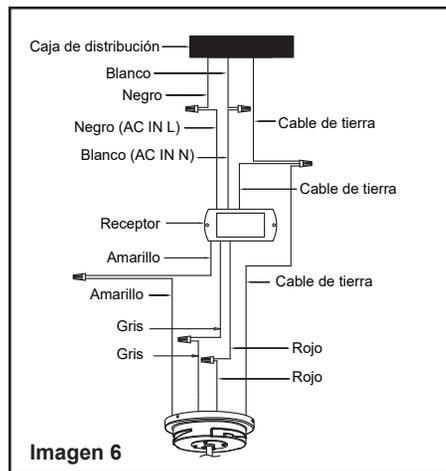

Imagen 6
**Paso 1.** Conexiones eléctricas del motor al receptor: Conecte el cable gris del ventilador al cable gris del receptor. Conecte el cable rojo del ventilador al cable rojo del receptor. Conecte el cable amarillo del ventilador al cable amarillo del receptor. Asegure las conexiones de cable con las tuercas de plástico provistas (Imagen 6).
**Paso 2.** Conexiones eléctricas del receptor a los cables de suministro de la vivienda: Conecte el cable negro (caliente) del techo al cable negro marcado "AC in L" del receptor. Conecte el cable blanco (neutral) del techo al cable blanco marcado "AC in N" del receptor. Asegure las conexiones de cable con las tuercas de plástico provistas (Imagen 6).
**Paso 3.** Si su caja de distribución tiene un cable de tierra (verde o cobre desnudo), conéctelo a los cables de tierra del ventilador; de lo contrario, conecte el cable de puesta a tierra del conjunto del soporte de techo al soporte de montaje. Asegure la conexión de cable con una tuerca de plástico provista. Después de conectar los cables, sepárelos para que los cables verde y blanco estén en un lado de la caja de distribución y los cables gris/rojo y amarillo estén en el otro lado. Inserte cuidadosamente las conexiones de cable en la caja de distribución (Imagen 6).